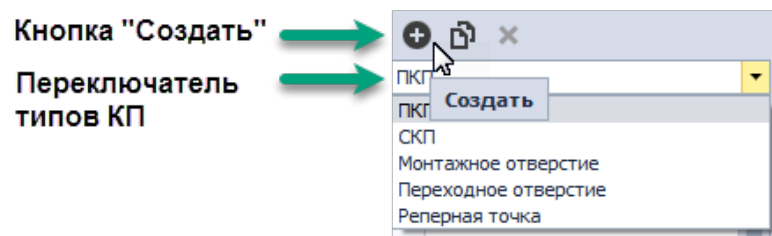

Рис. 46 Выбор типа и создание контактной площадки
2. Нажать на кнопку  - «Создать», расположенную на панели инструментов окна редактора, см. Рис. 46.